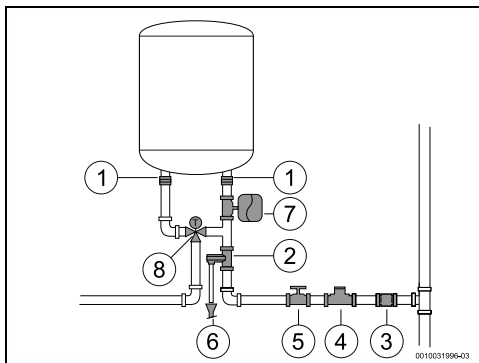

Fig. 14 Toma de agua
- ▶ instalar una válvula de reducción de presión (Fig. 14, [4]). La válvula de seguridad se activará siempre que la presión del agua en el aparato sea superior a 8 bar ($\pm 0,5$ bar), en este caso deberá existir la posibilidad de desviar el agua.
- ▶ instalar un vaso de expansión (Fig. 14, [7]) para evitar que la válvula de seguridad se abra con tanta frecuencia. El volumen del vaso de expansión debe ser equivalente al 5% del volumen del dispositivo.